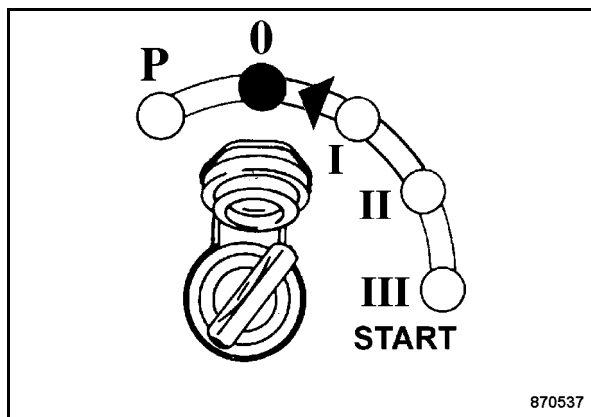

Fig. 66
- Colocar el interruptor de arranque (Fig. 66) a posición "0" ó "P" y extraer la llave de encendido.